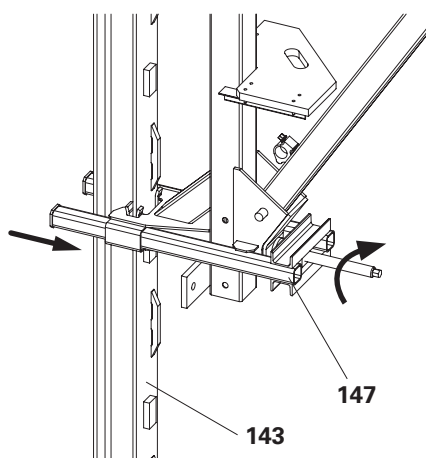

Fig. D2.03
1. Spostare indietro la guida ACS (**147**). (Fig. D2.03)